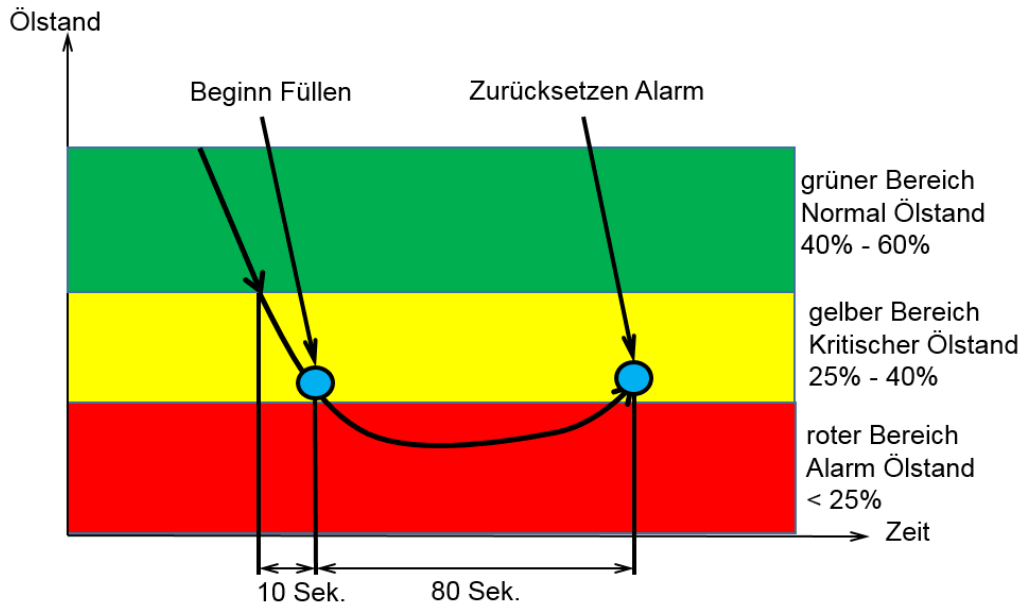

Abbildung 2: Logik Füllen – Verzögerungszeit für Alarmausgang
3. Ölreguliersystem mit Lochflanschadapter: O-Ring in Adapter einlegen (Bild 2). Originalschrauben des Verdichters verwenden. Anzugsdrehmomente des Verdichterherstellers beachten!